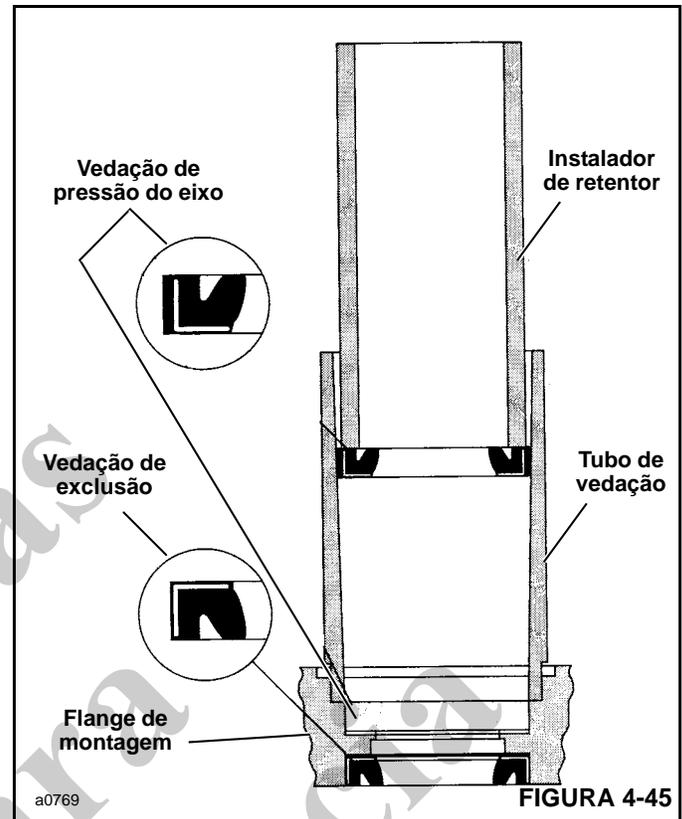

FIGURA 4-45
5. Instale a vedação de exclusão (2, Figura 4-39) no flange 3, com os lábios da vedação voltados para fora (consulte a Figura 4-45). Pressione com cuidado a vedação de exclusão até posicioná-la adequadamente.
6. Instale a vedação de pressão do eixo 5 no flange 3, com lábios de vedação voltados para cima, usando um instalador adequado. Consulte Figura 4-45. Pressione com cuidado a vedação até posicioná-la adequadamente.